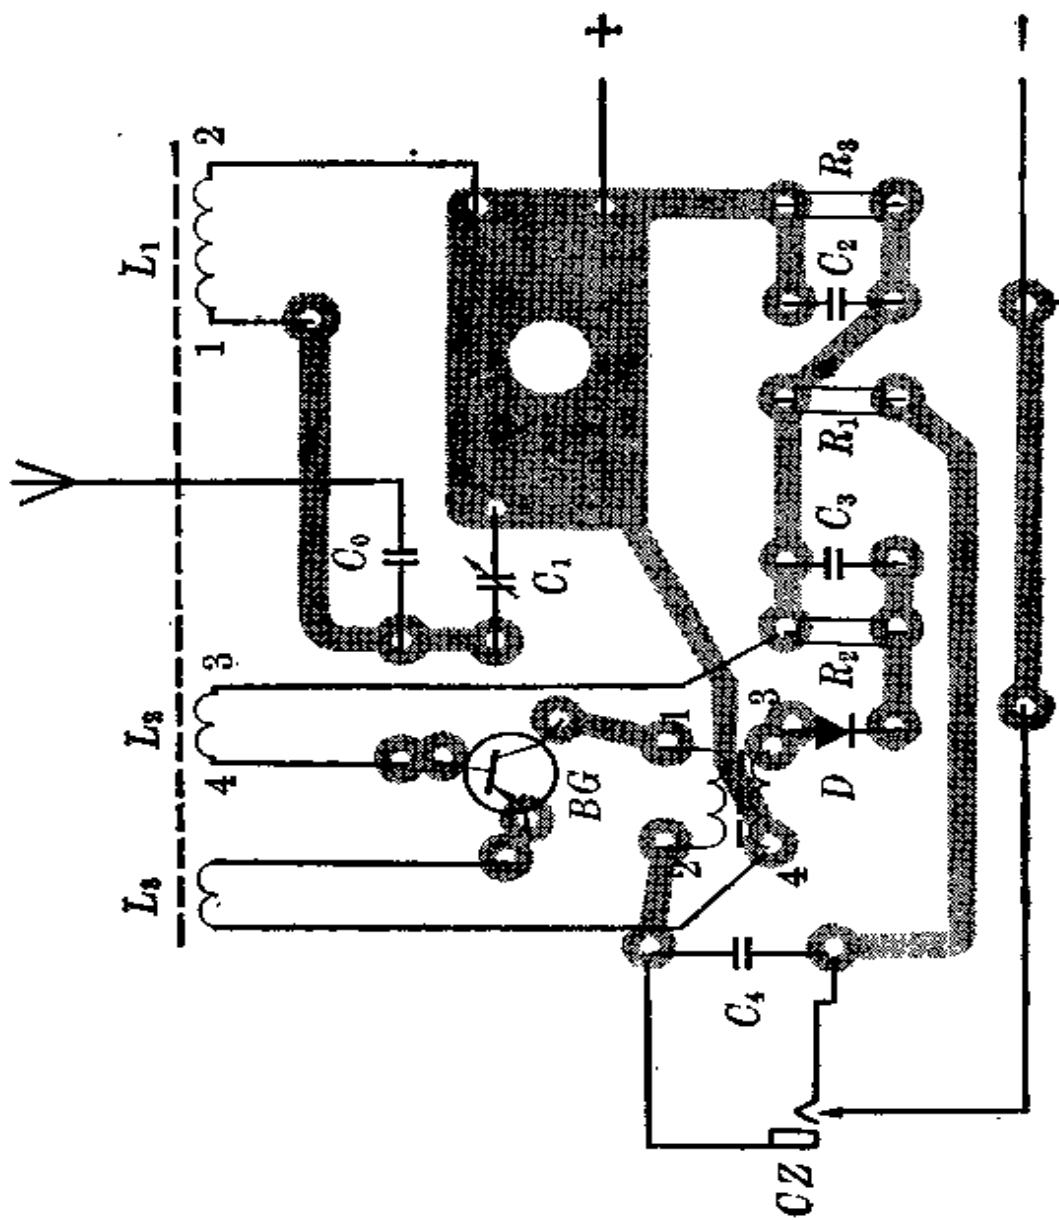

图 10-2
收音机的底板可以按照图 10-2 自制一块印刷电路板。少年读者自制印刷电路板一般可采用铜箔腐蚀法。方法如下：
描图。用毛笔蘸漆把图 10-2 的电路图形描绘在铜箔板上。描绘时注意：每个点子的直径应不小于 3 毫米，每条线宽度不小于 2 毫米，点或线间的距离不小于 1 毫米。画好的电路图形线条要光滑，点要圆滑。不整齐的或画错的地方可用香蕉水抹去，重新画好；如漆已干，可用刀刮去再重画。描好的电
**打孔。**对照图10-2,在要安装元件的点上钻孔。孔眼的位置要准确,不能偏歪,大小要符合元件的实际情况,否则装上去的元件歪斜,甚至装不上去。钻孔时压力不能太大,更不能用锥子冲打,压力太大了,带孔的铜箔就会翘起来。
用印刷电路板装置晶体管收音机省去了布线工序，焊接就简便多了。装置时先把元件上好锡，对照图 10-2 印刷电路图插入印刷电路板的孔内，弯折一下，然后用电烙铁分别将接点焊牢。